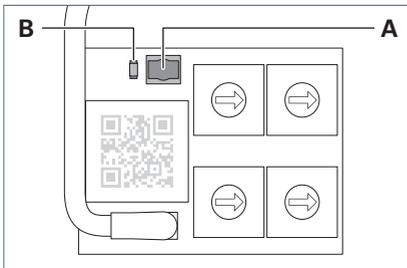

Fig. 9: Tasto e LED.
- ▶ Premere brevemente il tasto **A** sul modulo TALK (meno di tre secondi), vedere Fig. 9.